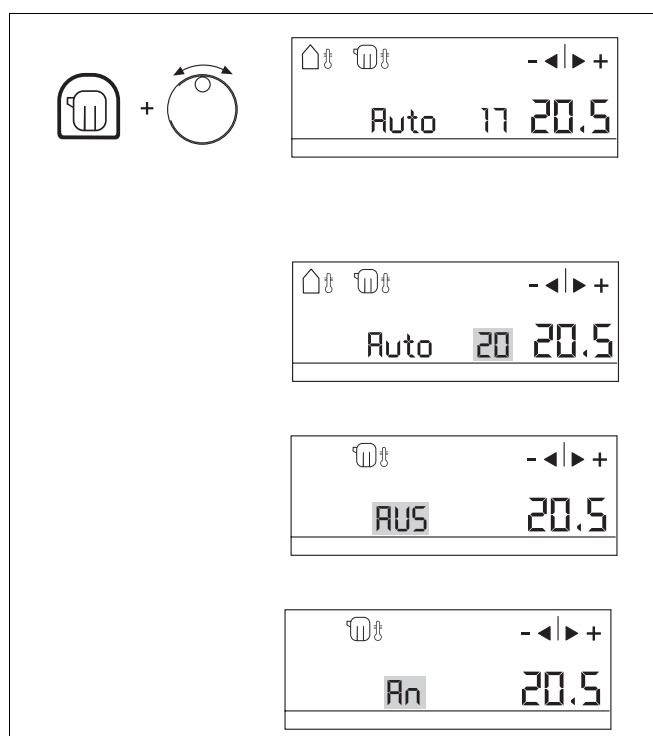

Abb. 24 Automatische Sommer-/Winterumschaltung einstellen
- ▶ Taste „Heizung“ (Abb. 24) drücken und gedrückt halten.